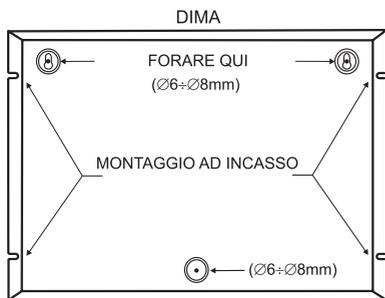

Figura 4.
- Utilizzare la dima fornita per segnare i punti da forare sulla parete in corrispondenza con i fori nel contenitore - Figura 4.